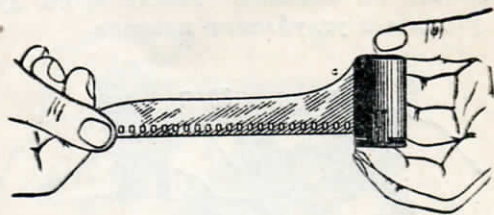

Рис. 8.
Обрежьте конец фотопленки по форме, указанной на рис. 8, и, держа катушку головкой к себе, пропустите конец фотопленки в одну из щелей катушки с широкой стороны (см. рис. 7).
4. Вытяните из кассеты конец фотопленки длиной 9-10 см и обрежьте его аккуратно по форме, показанной на рис. 8, от руки или по специальному шаблону.